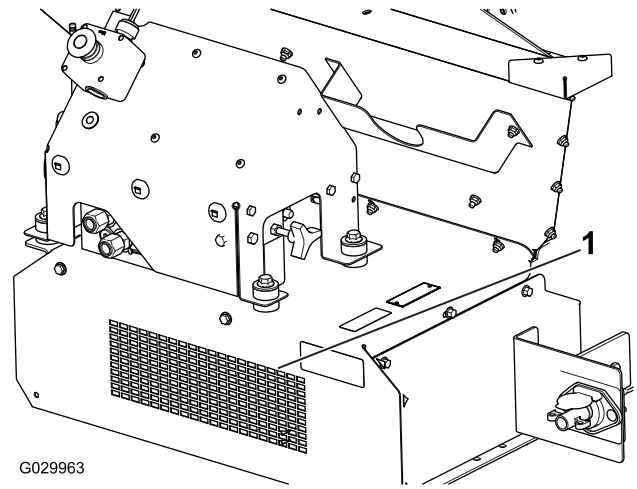
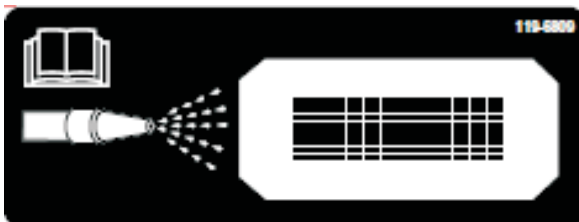

Рисунок 58
Рисунок 57
10. Найдите наклейку, обозначающую отверстие для очистки в передней части машины (Рисунок 57), и с помощью садового шланга заливайте воду через переднюю защитную сетку до тех пор, пока нижний щиток не будет полностью очищен от разбрасываемого материала (Рисунок 58).